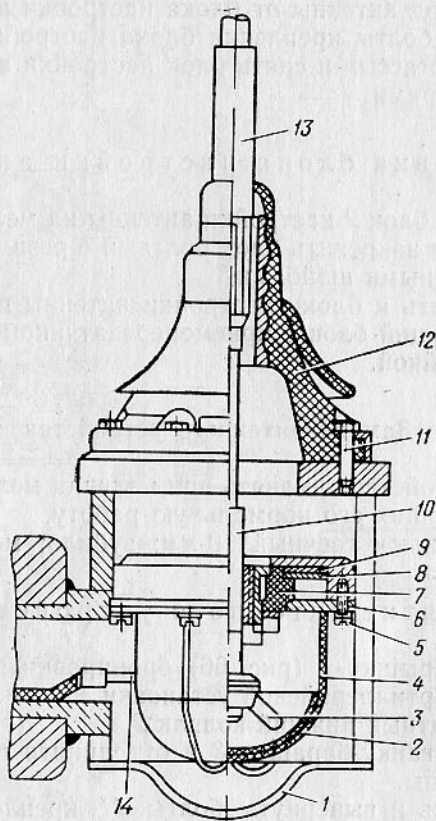

Рис. 66. Установка антенного устройства:
1. Откинуть крышку 1 (рис. 66) бронировки антенного устройства самоходно-артиллерийской установки.